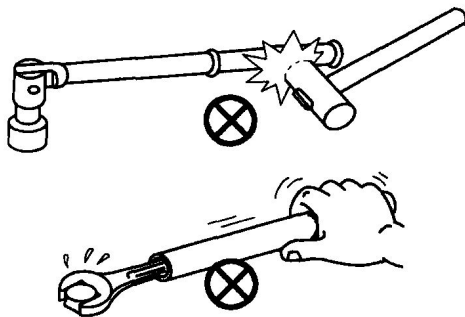

图 0-13 禁止用锤子或加长管拆卸
3) 对已经拧得很紧的螺栓或螺母可以通过施加冲击力来轻松松开。但是不能使用锤子和管子(用来加长轴)来增加力矩(图 0-13)。